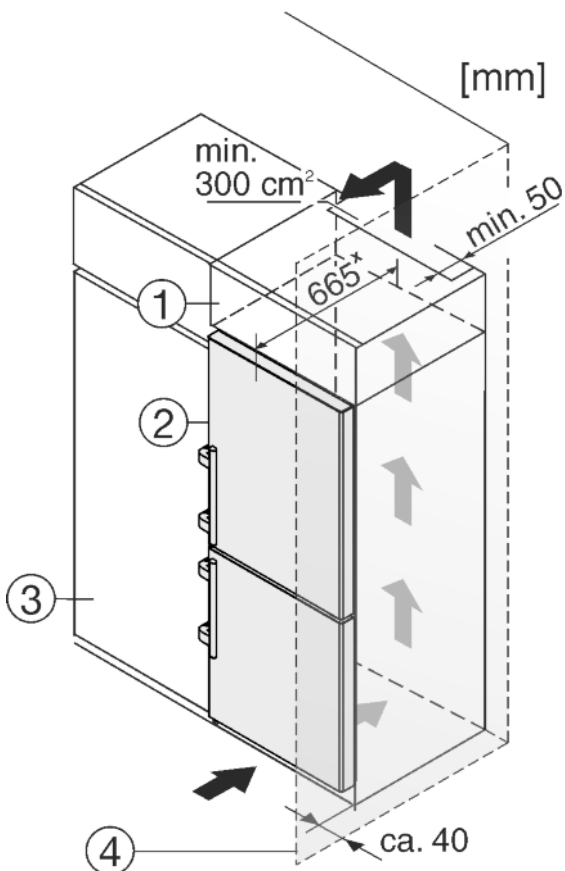

Fig. 42
Устройство может быть окружено предметами кухонной обстановки. Чтобы уравнивать устройство Fig. 42 (2) по высоте с кухонной стенкой, можно установить над устройством соответствующий дополнительный шкафчик Fig. 42 (1).
В комбинации с кухонными шкафами устройство можно устанавливать непосредственно рядом с кухонным шкафом Fig. 42 (3). Чтобы можно было полностью открыть двери, устройство должно выступать, как минимум, на 65 мм\* относительно передней стенки кухонного шкафа. В зависимости от глубины кухонных шкафов и использования пристенных распорок устройство может выступать и больше.
Если устройство установлено на шарнирах у стены Fig. 42 (4), то расстояние между устройством и стеной должно быть не менее 40 мм. Настолько выступает ручка при открытой дверце.